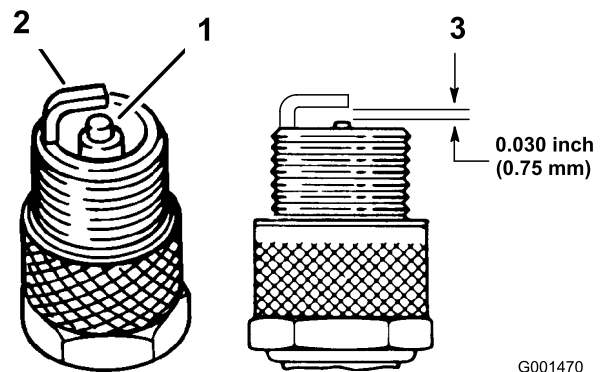

Figura 36
3. Controllate le condizioni degli elettrodi laterale e centrale, e dell'isolatore dell'elettrodo centrale, per accertare che non siano avariati (Figura 36).
4. Impostate la distanza tra il centro e il lato degli elettrodi a 0,762 mm (Figura 36).